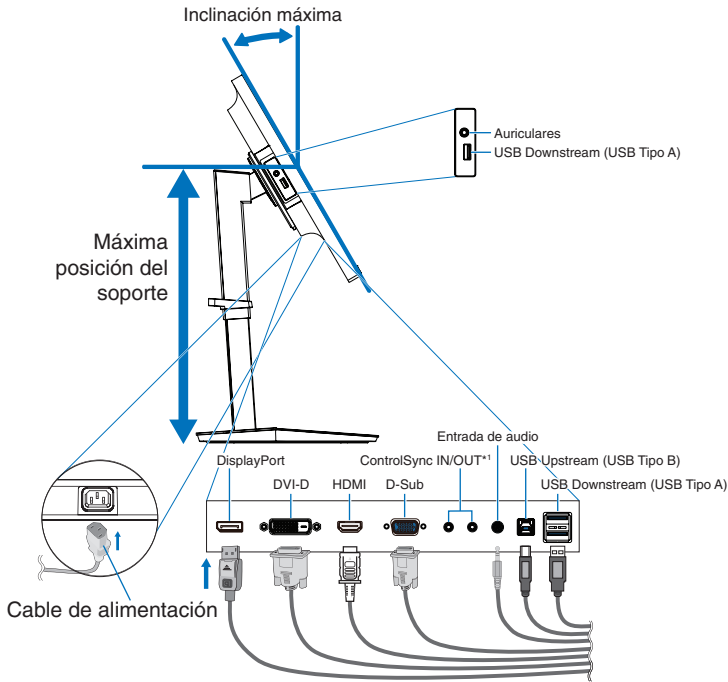
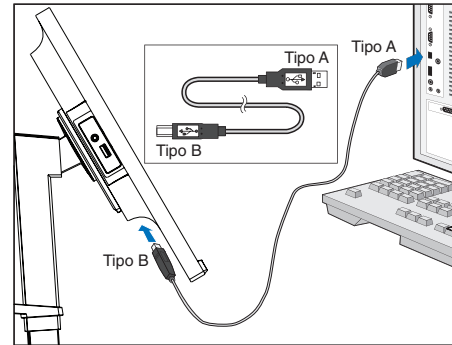

Figura C.1
Figura C.1a
- Conecte todos los cables en los conectores correspondientes (**figura C.1**). Al utilizar un cable USB, conecte el conector del tipo B al puerto USB de upstream en la parte trasera izquierda del monitor y el conector del tipo A al puerto de downstream del ordenador (**figura C.1a**). Si está utilizando el cable de un dispositivo USB, conéctelo al puerto downstream del monitor.